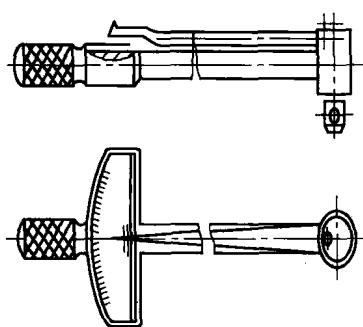

图 1-4 扭力扳手
(4) 扭力扳手（见图1-4） 它是一种可读出所施力矩大小的专用工具，由扭力杆和套筒头组成。其规格是以最大可测转矩来划分的，常用的有294N·m、490N·m两种。扭力扳手除用来控制螺纹件旋紧力矩外，还可以用来测量旋转件的起动转矩，以检查配合、装配情况。